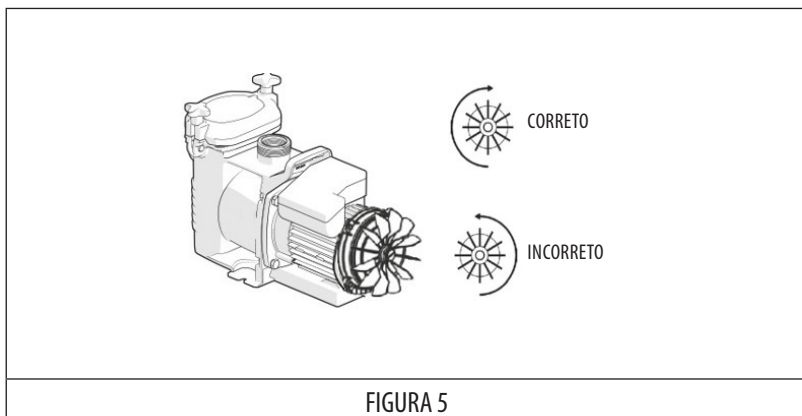

FIGURA 5
- Verifique que o motor roda no sentido correto (na direção do ventilador situado na parte traseira do motor) (FIGURA 5).